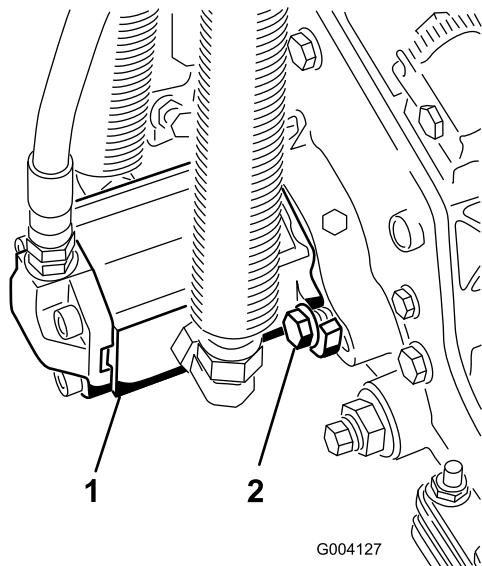

Figura 14
16. Instale el motor girándolo en el sentido de las agujas del reloj de modo que las bridadas del motor no choquen con los pernos (Figura 14). Gire el motor en el sentido contrario a las agujas del reloj hasta que las bridadas rodeen los pernos, luego apriete los pernos.